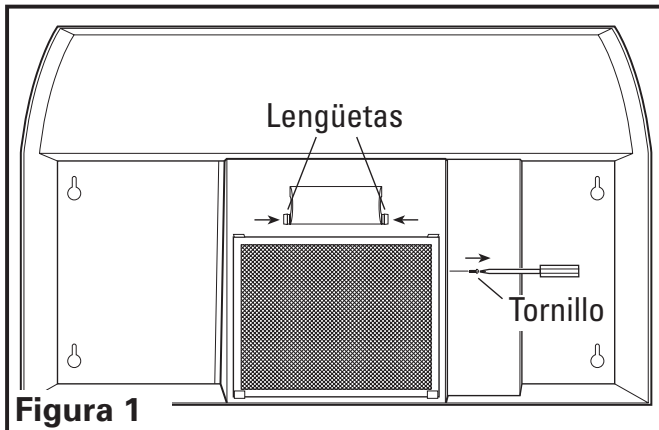

Figura 1
- Retire el tornillo de la cubierta del compartimento de cables y luego la cubierta de la lámpara oprimiendo las dos lengüetas al mismo tiempo (**Figura 1**).